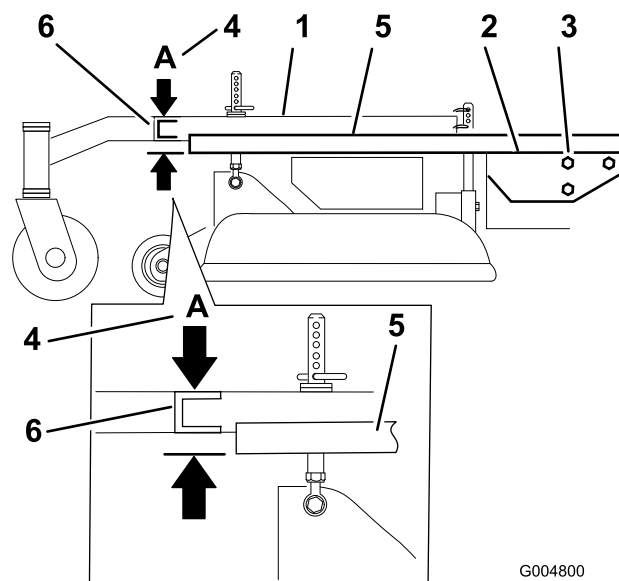

Figure 61
3. Placez une longue planche, ou autre objet similaire parfaitement droit en haut du plancher moteur, comme illustré à la Figure 61.
4. Au niveau du tube transversal du bâti porteur, mesurez la hauteur au point A (Figure 61). Elle doit être égale à 33 mm (1-5/16 po) \pm 6 mm (1/4 po).
6. Desserrez les boulons de montage du bâti porteur de chaque côté de la machine (Figure 61).
7. Alignez le bâti porteur et le plancher moteur à la même hauteur qu'au point A, c.-à-d. 33 mm (1-5/16 po) \pm 6 mm (1/4 po) (Figure 61).